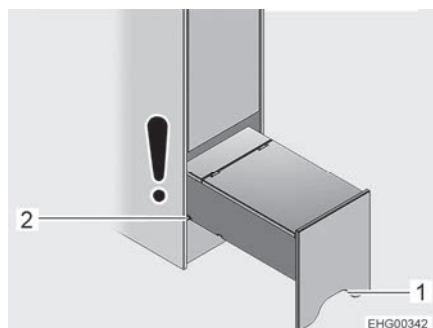

Fig. 124 Aide à la montée (entièrement sortie)
- Saisir l'aide à la montée par l'évidement (Fig. 124,1), soulever légèrement et ouvrir jusqu'à la seconde rainure (Fig. 124,2).